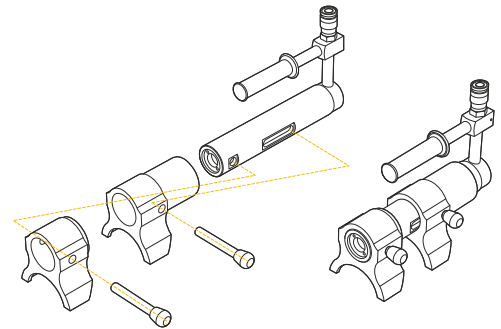

Рис. 4.5.9
10. Сменить расширительную насадку на гидроцилиндре на тиски (установить опорную и подвижную губки, закрепить их фиксаторами) (рис. 4.5.9).